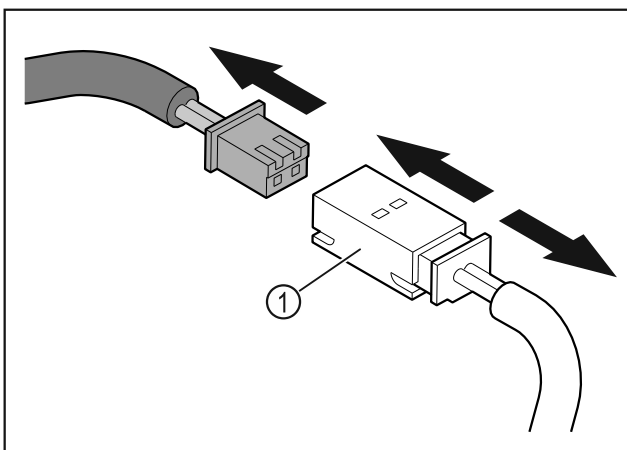

Fig. 13
- ▶ Ištraukite kištuką ir kištuko jungtį Fig. 13 (1).